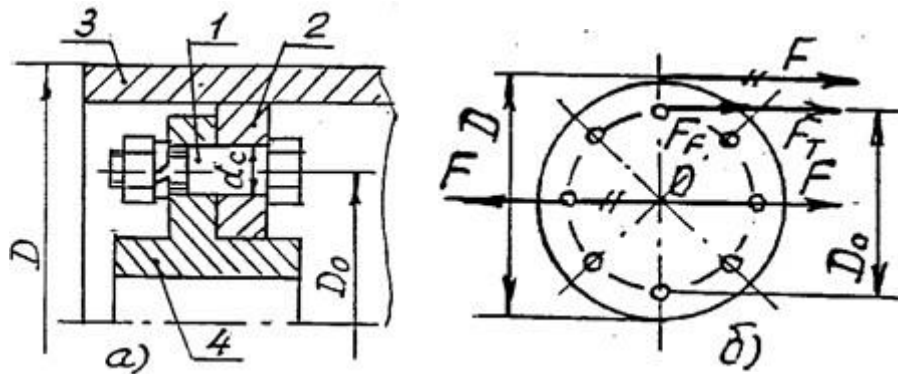

Рис.54
Рассчитать болты 1 в соединении (рис. 54) диска 2, к которому приварен цилиндр 3 барабана для намотки каната, со ступицей 4 по следующим данным: сила на канате $F = 70$ кН; диаметры: барабана $D = 630$ мм, расположения болтов $D_0 = 560$ мм; толщина диска $\delta = 16$ мм.
2. Нагрузка на соединение: вращающий момент на барабане $T = FD / 2000 = 70000 \cdot 630 / 2000 = 22050$ Нм; центральная сдвигающая сила (рис.54, б) $F = 70$ кН.
Наиболее нагруженным (рис.54, б) является болт I (векторы сил F_F и F_T алгебраически складываются). Силы, действующие на болт I:
При вращении барабана в положение 5 (рис.54, б) болт I разгружается:
Для $d = 16$ мм длина $l - l_2 = 28$ мм. Для барабана (рис.54, а) $l_2 = 2\delta = 2 \cdot 16 = 32$ мм. Тогда длина болта l должна равняться $l_2 + 28 = 60$ мм.